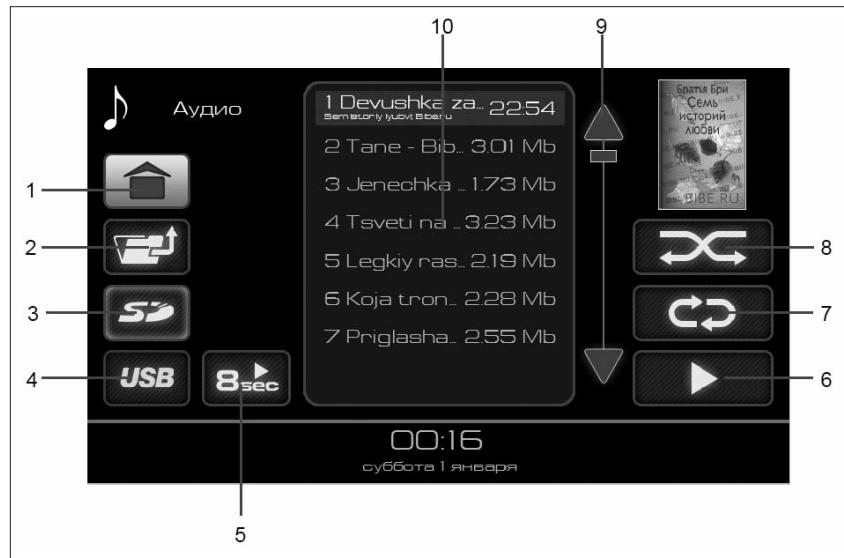
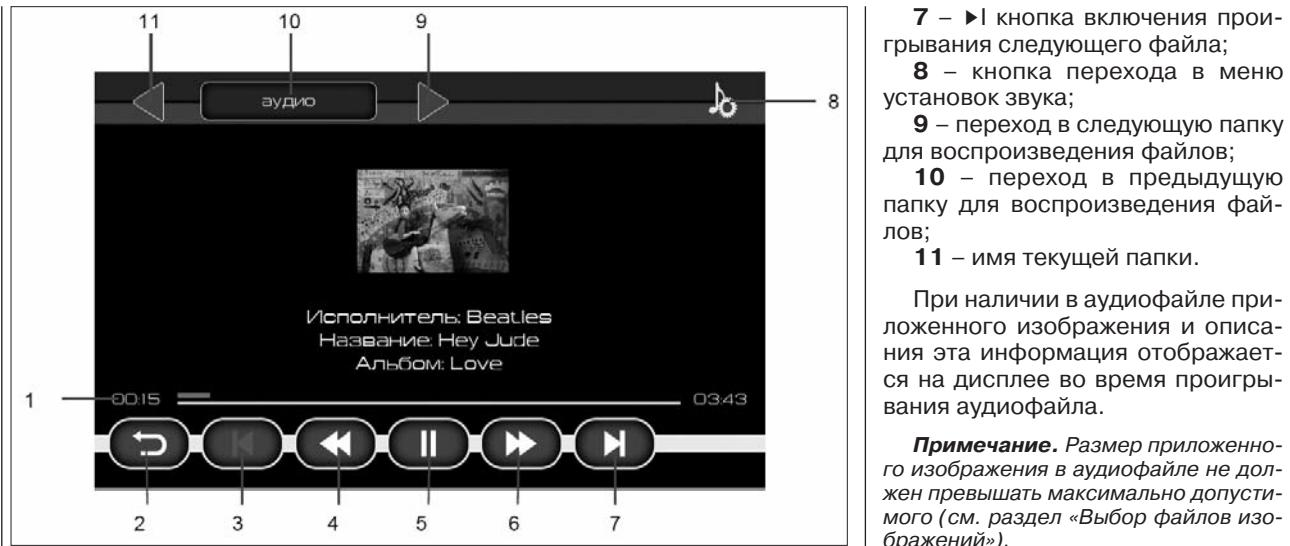

Рис. 4. Окно списка аудиофайлов
Рис. 5. Окно проигрывания аудиофайлов
Доступные для воспроизведения аудиофайлы и папки отображаются в списке **(10)** (рис. 4). Двойное нажатие на изображение папки отобразит список аудиофайлов в этой папке. Для выхода из папки нужно нажать кнопку **1** (рис. 4).
- либо двойное нажатие на выбранный аудиофайл позволяет воспроизвести именно его, при этом доступна кнопка включения режима повторного воспроизведения (кнопка **7**, рис. 4).
- либо нажатие на кнопку воспроизведения аудиофайлов (кнопка **6**, рис. 4) позволяет воспроизвести все аудиофайлы, находящиеся в списке **(10)** (рис. 4).
в списке **(10)** на рис. 5, а затем нажатие кнопки воспроизведения аудиофайлов (кнопка **6**, рис. 4), позволяет воспроизвести все аудиофайлы, находящиеся в выбранной папке, и во всех вложенных в неё папках.
Для остановки воспроизведения нажмите кнопку **5** (рис. 5).
Если при воспроизведении аудиофайла нажать на кнопку **«Пауза»** (кнопка **5**, рис. 5), а затем нажать на кнопку возврата (кнопка **2** рис. 5), то происходит переход в главное меню, и в кноп-